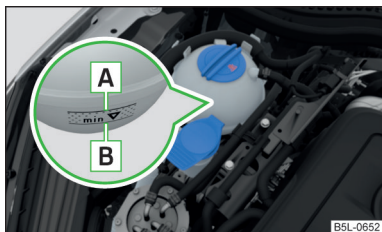

Fig. 162
Verificarea nivelului lichidului de răcire - nivelul lichidului de răcire trebuie să se afle între marcasele [A] și [B] » fig. 162. Dacă nivelul lichidului de răcire se află sub marcajul [B], completați lichidul de răcire.
Specificația lichidului de răcire este menționată pe vasul de expansiune a lichidului de răcire » fig. 162.
- Nu adăugați lichid de răcire deasupra marcajului [A] » fig. 162. Lichidul de răcire ar putea fi împins din sistemul de răcire, atunci când se încălzește - există pericolul de deteriorare a pieselor din compartimentul motor.